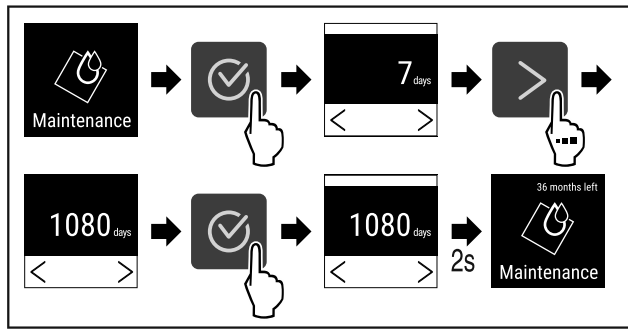

Fig. 74
- ▶ Handlungsschritte (siehe Fig. 74) durchführen.